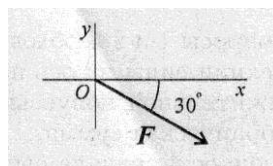

Рис.13
2. Запишите выражения для расчета проекций силы  $\mathbf{F}$  на ось  $Ox$  и  $Oy$  (рис.13)